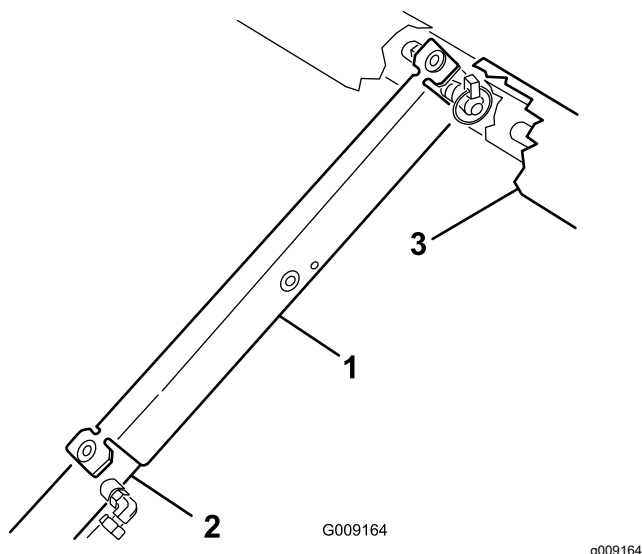

Рисунок 2
3. Поместите опору кузова на шток гидроцилиндра, проследив за тем, чтобы концевые лепестки опоры опирались на торец корпуса гидроцилиндра и торец - штока гидроцилиндра (Рисунок 2).